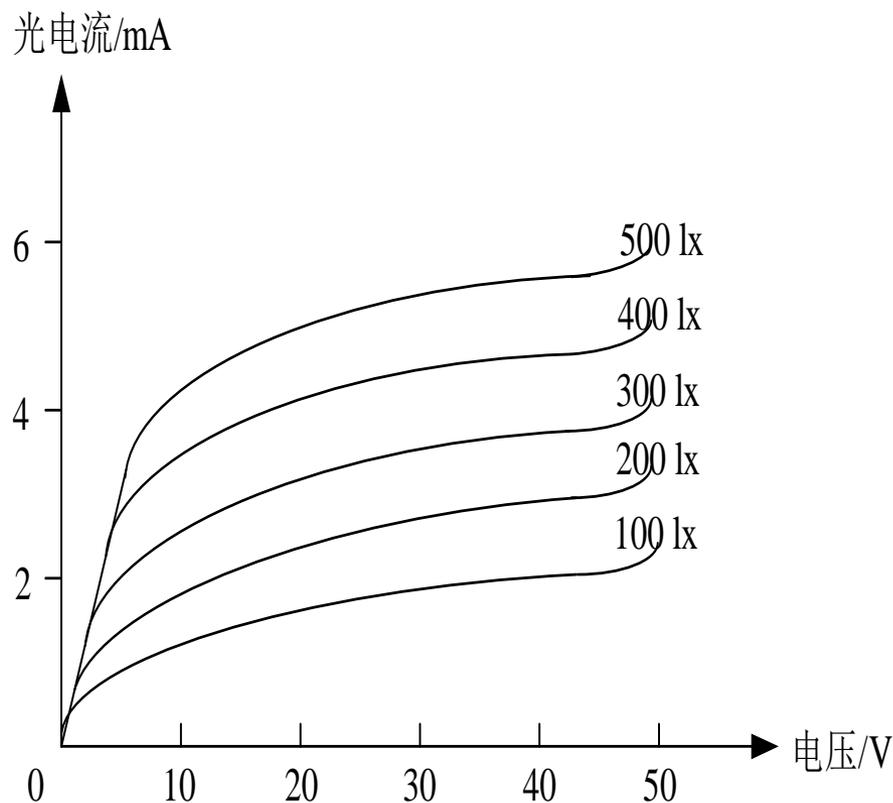

图7-19 光敏三极管的伏安特性
- 光敏三极管的伏安特性是指在给定光照强度下，光敏三极管上电压与光电流之间的关系。如图7-19所示为不同光照强度情况下的硅光敏三极管的伏安特性。